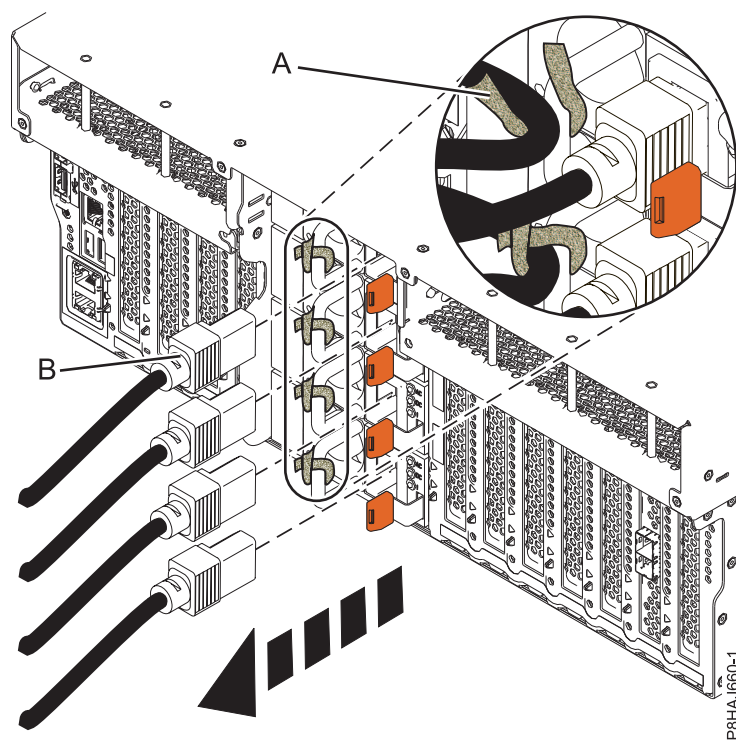
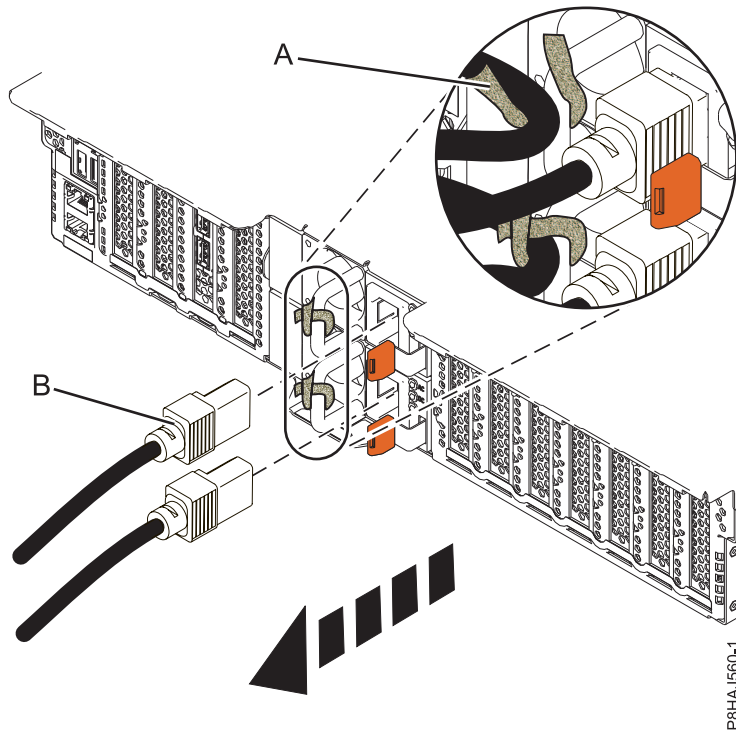
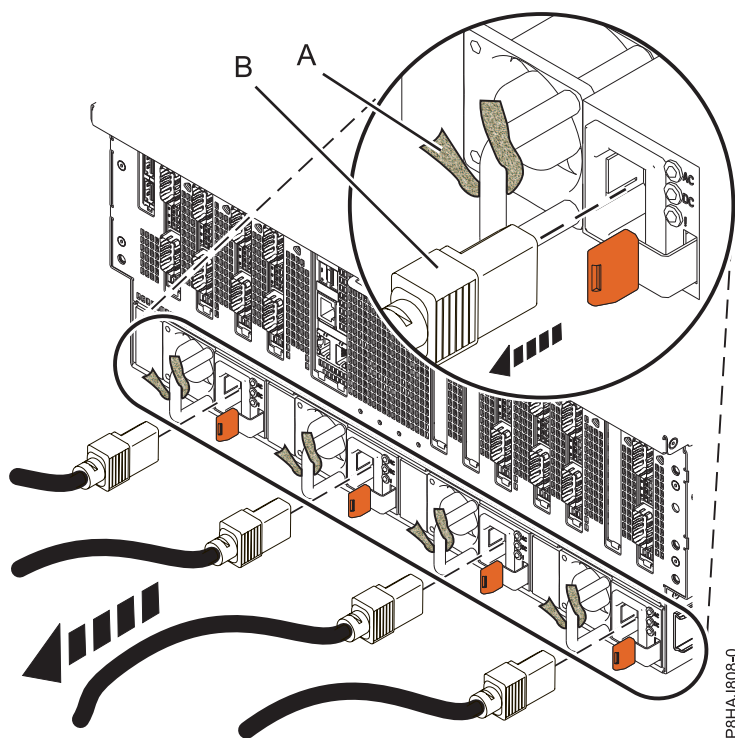

Figura 34. Extracció dels cables d'alimentació d'un sistema 8247-42L, 8286-41A o 8286-42A
Figura 35. Extracció dels cables d'alimentació d'un sistema 5148-21L, 5148-22L, 8247-21L, 8247-22L, 8284-21A, o 8284-22A
Figura 36. Extracció dels cables d'alimentació d'un sistema 8408-44E o 8408-E8E
3. Desconnecteu els cables d'alimentació **(B)** de la unitat del sistema. Consulteu Figura 34 a la pàgina 49, Figura 35 a la pàgina 49 o Figura 36 a la pàgina 50 depenent del tipus de sistema que tingueu.